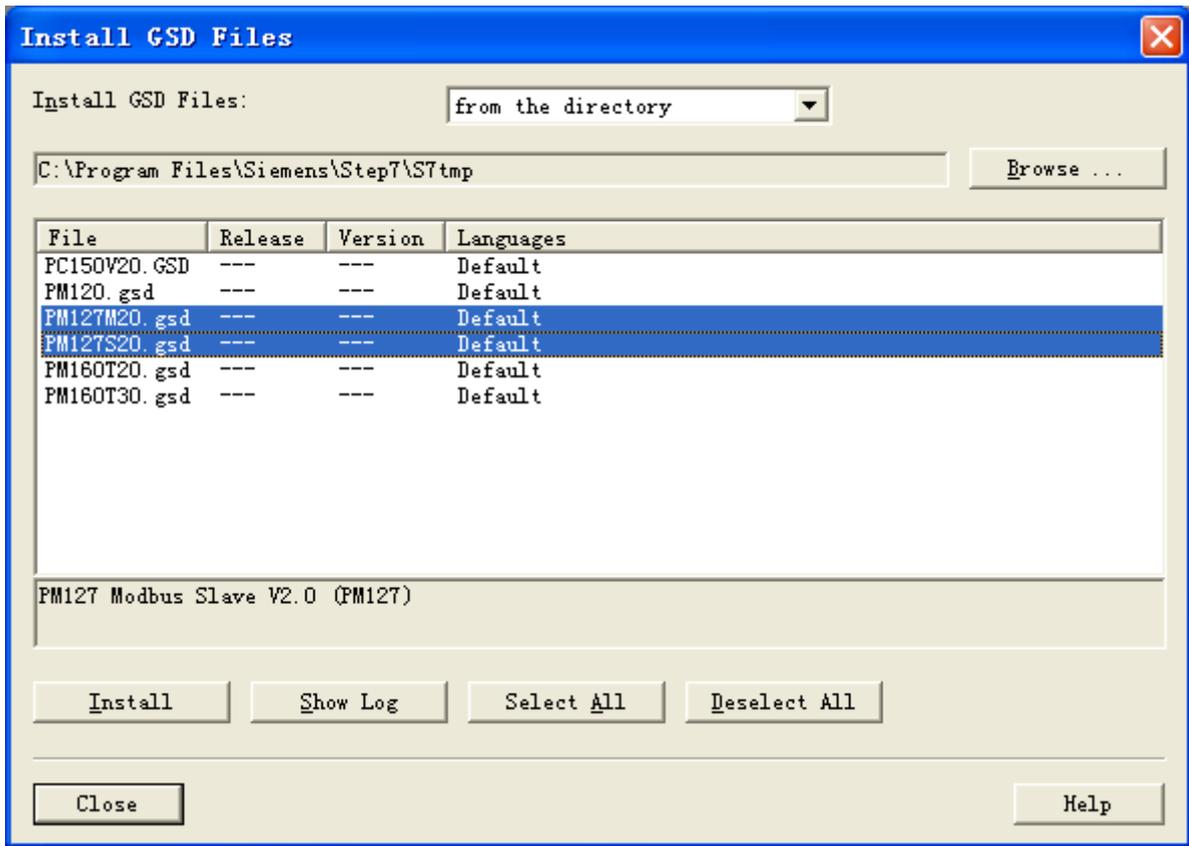

图 7
2. 弹出如图 7 所示窗口, 选择 PM127M20.gsd 或者 PM127S20.gsd, 点击“Install”, 注册完后, 单击“Close”, 关闭注册窗口。